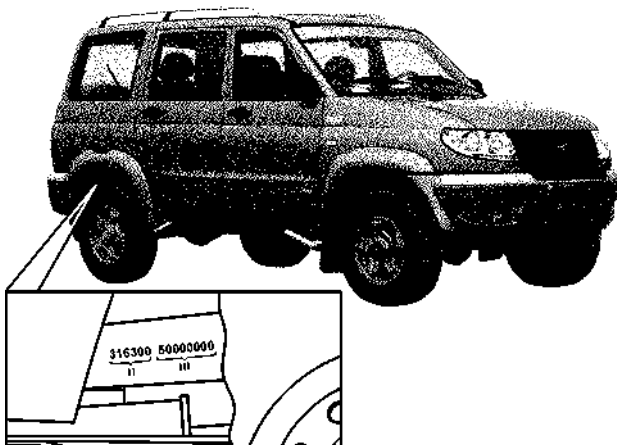

Рис. 1.3. Расположение идентификационного номера шасси
**Идентификационный номер шасси** выбивается на правом лонжероне рамы, в задней части (рис. 1.3).